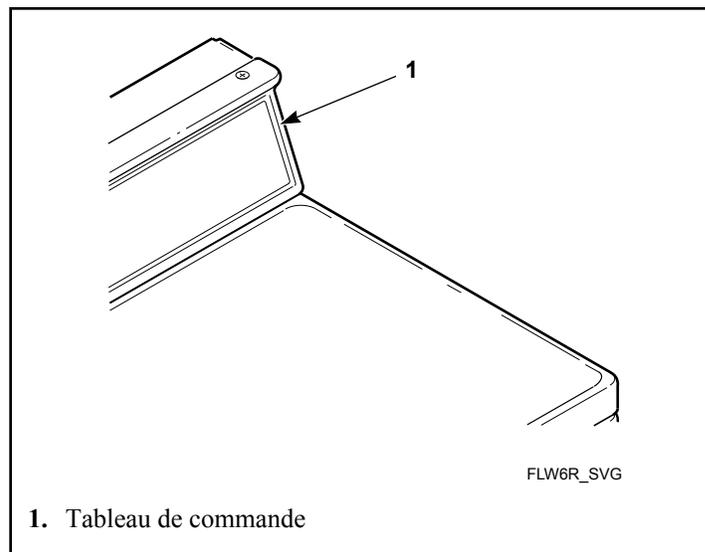

Figure 14
1. Ouvrir le panneau de commande. Se reporter à la *Figure 14* .